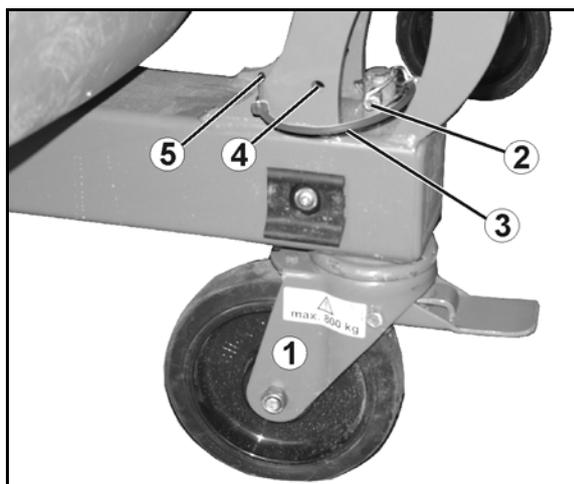

Fig. 56
Le triangle d'attelage rapide (Fig. 56/1)
- utilisez la cheville de bras supérieur (Fig. 56/2) du triangle d'attelage, équipez-la d'une douille à billes et bloquez-la avec une goupille.
- dotez les chevilles de bras inférieurs de douilles à billes, montez des douilles d'écartement (Fig. 56/3) et bloquez le tout avec des goupilles.